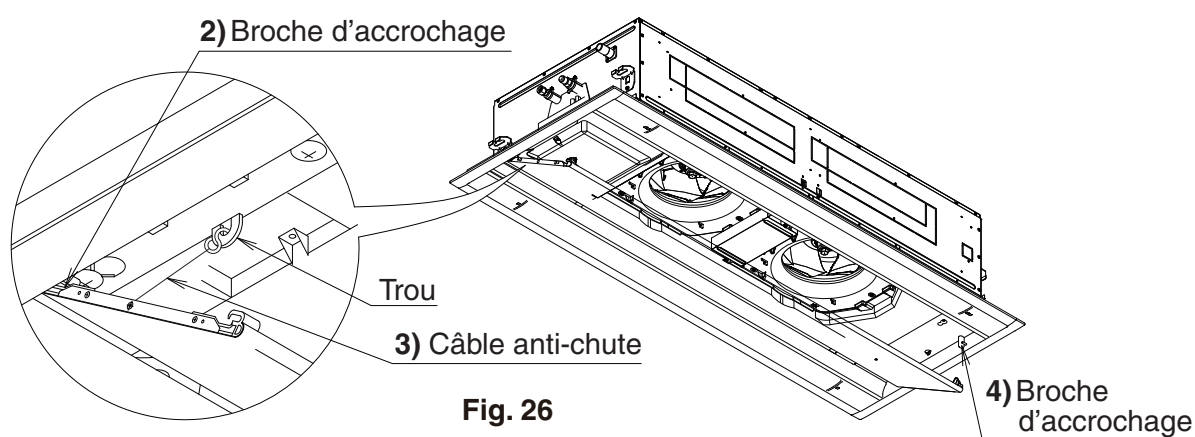

Fig. 26
- 3) Accrochez le câble anti-chute sur les deux côtés du panneau d'aspiration au trou du panneau décoratif. **(Reportez-vous à la Fig. 26)**